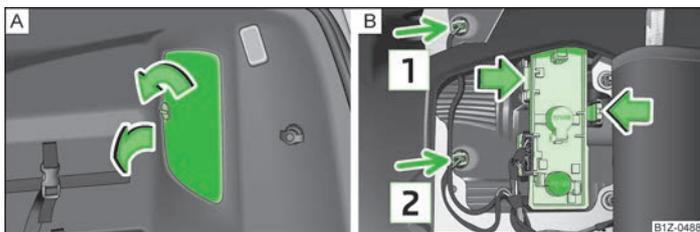

Fig. 168 Maletero: Desmontaje del soporte de lámpara/Desmontaje del soporte de lámpara
- Desenclavar y abrir la cubierta del soporte de lámpara » fig. 168 - [A].
- Presionar las pestañas de enclavamiento en el sentido de la flecha y retirar el soporte de lámpara » fig. 168 - [B].